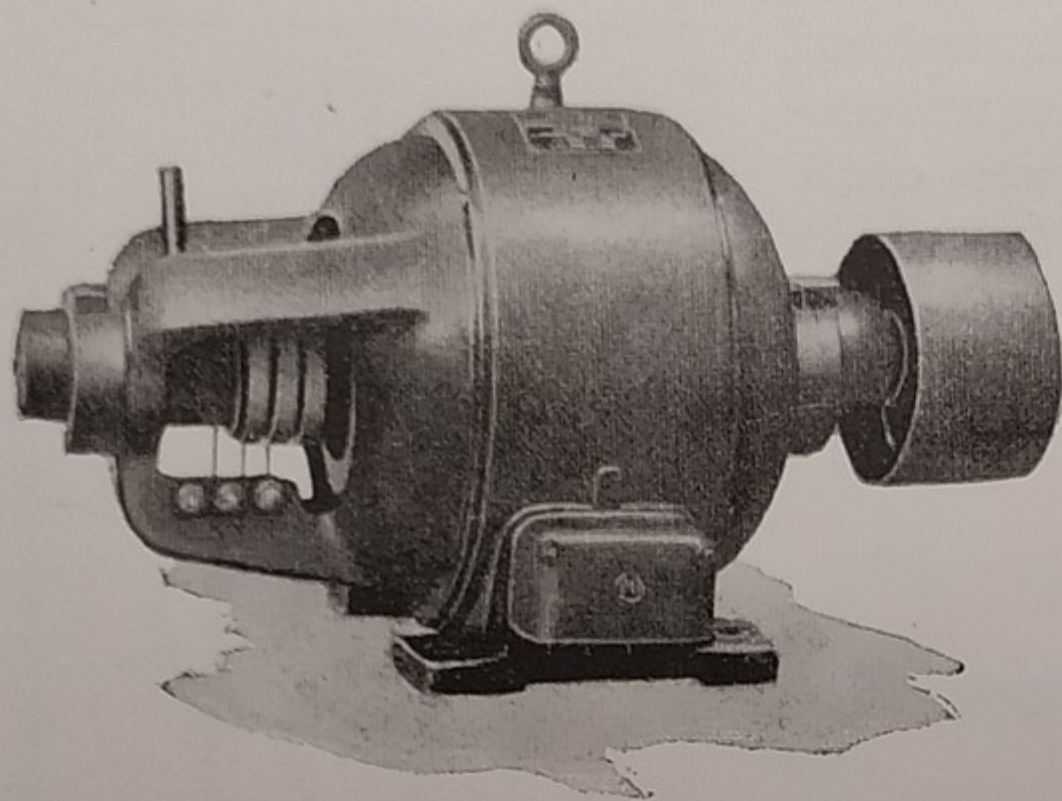

Fig. 251. — UN MOTORE ELETTRICO DA 20 CHILLOWATT.
La potenza dei motori elettrici a corrente alternata può variare da 1/40 di chilowatt (kw.) fino a migliaia di kw. (fig. 251) (1). Oltre